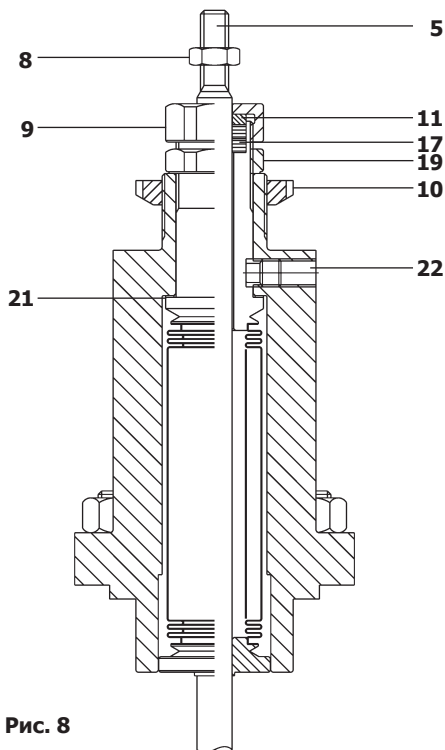

Рис. 8
4.3.1 Процедура замены сильфонного уплотнения (См. рис.8)